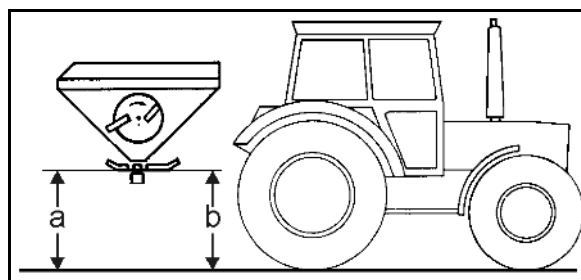

Рис. 61
Более короткие распределяющие лопасти имеют откидывающиеся без помощи инструмента поворотные пластины (Рис. 61/1), которые позволяют осуществлять позднее внесение удобрений в зерновые высотой до 1 м - **без** других принадлежностей.
3. Поверните поворотные пластины (Рис. 61/1) распределяющих лопастей в нужную позицию для стандартного или позднего внесения удобрений.